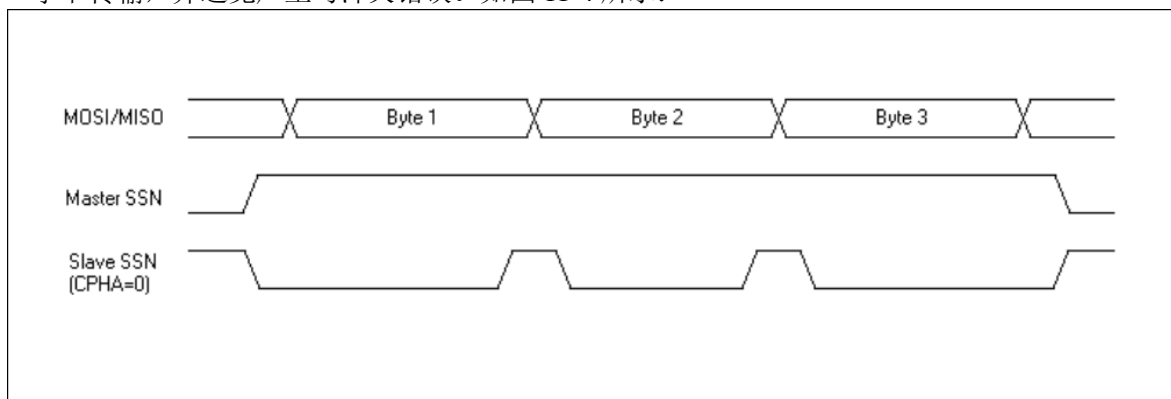
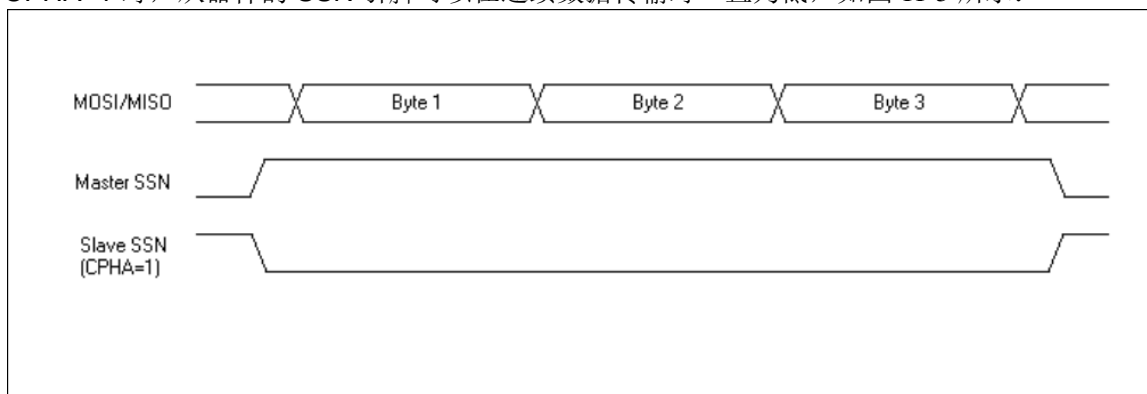

图 11-4 SPI SSN 时序图 ( $CPHA=0$ )
图 11-5 SPI SSN 时序图 ( $CPHA=1$ )
若 SPI 为从器件，则  $CPHA=0$  时，SSN 引脚必须在每字节数据传输后拉高，以便可以拉低启动下一字节传输，并避免产生写冲突错误。如图 11-4 所示：
$CPHA=1$  时，从器件的 SSN 引脚可以在连续数据传输时一直为低，如图 11-5 所示：
- 6、从器件模式处理较为特殊，当 SPCR1.CPHA=0 时，从器件的 SSN 引脚拉低启动数据传输，从器件的 SSN 引脚拉高结束数据传输（即使在此之前 SPIF 中断已经产生），因为从器件不知道传输何时开始，当 SSN 引脚拉低后，MISO 引脚立即开始数据 MSB 的传输（见图 11-4）。当 SPCR1.CPHA=1 时，从器件在串行时钟的第一个沿启动数据传输，在 SPSR.TXBUF\_EMPTY 置位后结束数据传输（见图 11-5）。
从器件模式下根据 SPCR1.CPHA 的状态处理不同，当 SPCR1.CPHA=0 时，若 SSN 引脚为低，则写 TXBUF 将产生写冲突，为避免产生写冲突，连续传输数据时 SSN 引脚必需在每字节数据间拉高（见图 11-4）。